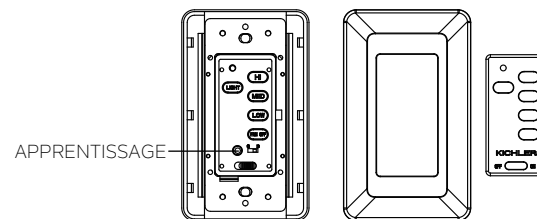

Fig. 30
Étape 1. Une fois l'installation terminée, appuyez sur le bouton LEARN (Apprentissage) pendant 3 secondes dans les 30 secondes de la mise sous tension CA. Le ventilateur se mettra en marche à une vitesse moyenne et la lumière (si installée) s'allumera. Vous avez la confirmation que le réglage SMART SYNC fonctionne correctement. (Fig. 30)
Remettez le ventilateur au plafond sous tension et faites des essais pour en garantir un bon fonctionnement (Fig. 30)